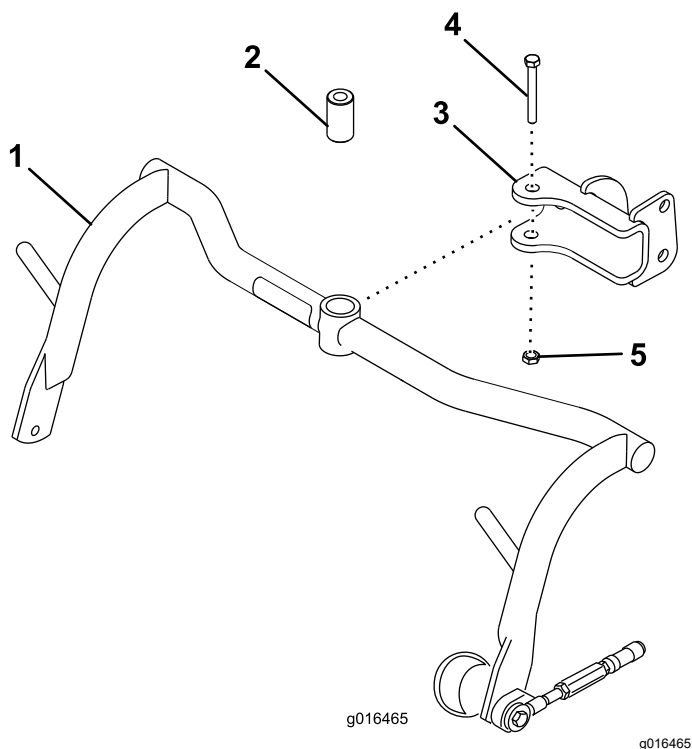

Figura 6
1. Monte un conjunto de bastidor de tiro en cada horquilla con un suplemento, un perno ($\frac{1}{2}$ " x $\frac{3}{4}$ " y una contratuerca ($\frac{1}{2}$ "); consulte la Figura 6. Apriete a entre 91 y 113 N·m.